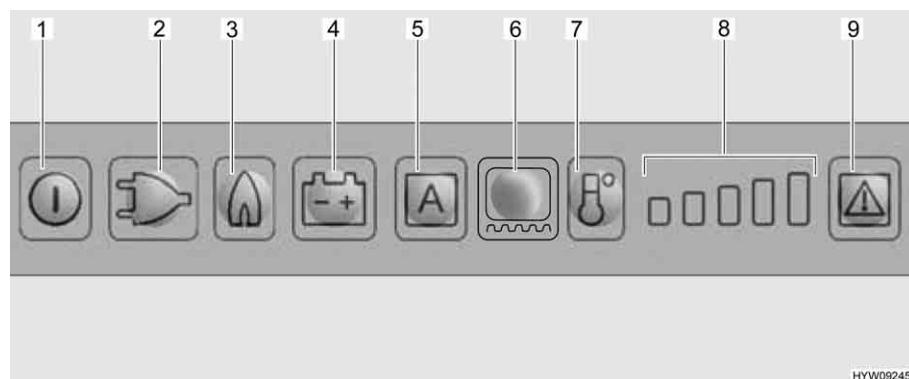

Fig. 170 Quadro comandi LED (frigorifero Dometic)
Contemporaneamente si inserisce l'accenditore elettronico. Se la fiamma del gas si spegne, p. es. a causa di un colpo di vento, l'accenditore viene subito azionato riaccendendo il gas. In caso di guasto del funzionamento a gas, i tasti luminosi relativi a gas (Fig. 170,3) e guasto (Fig. 170,9) lampeggiano e viene emesso un segnale acustico per 20 secondi.
Dopo l'accensione il frigorifero seleziona automaticamente la regolazione intermedia del termostato. Questa regolazione può essere modificata manualmente tramite il tasto di selezione del livello di temperatura (Fig. 170,7). Le spie di controllo (Fig. 170,8) indicano la temperatura selezionata sul termostato. Il tasto di selezione del livello di temperatura permette di regolare la temperatura di refrigerazione per tutti e tre i tipi di energia. Ci vogliono alcune ore prima che il frigorifero raggiunga la temperatura normale di esercizio. Cambiando la modalità di funzionamento la regolazione del termostato non viene modificata. La temperatura di refrigerazione è indipendente dal tipo di energia utilizzata.
- Accendere il riscaldamento del telaio per 2 ore: Premere una volta il tasto luminoso per il riscaldamento del telaio (Fig. 170,6). Sull'indicazione dei gradi di temperatura (Fig. 170,8) si accende una barra.
- Accendere il riscaldamento del telaio per 5 ore: Premere due volte il tasto luminoso per il riscaldamento del telaio (Fig. 170,6). Sull'indicazione dei gradi di temperatura (Fig. 170,8) si accendono due barre.
- Regolazione del riscaldamento del telaio ad esercizio continuo: Premere tre volte il tasto luminoso per il riscaldamento del telaio (Fig. 170,6). Sull'indicazione dei gradi di temperatura (Fig. 170,8) si accendono tre barre.
L'indicazione dei gradi di temperatura (Fig. 170,8) indica per alcuni secondi la durata di esercizio del riscaldamento del telaio.
Nel caso di temperature esterne ed umidità dell'aria elevate è possibile che si formino gocce d'acqua sul telaio in metallo del vano congelatore. Per questo motivo il frigorifero è dotato di un riscaldamento del telaio per il vano congelatore. Nel caso di temperature e umidità dell'aria elevate, accendere il riscaldamento del telaio con il tasto luminoso per il riscaldamento del telaio (Fig. 170,6). È possibile così evitare fenomeni di corrosione. Quando il riscaldamento del telaio è acceso, si accende il tasto luminoso (Fig. 170,6).
- Premere il tasto On/Off (Fig. 170,1) per circa 2 secondi. Il frigorifero si accende e viene visualizzato l'ultimo tipo di energia impostato, oppure "AES".
- Impostare la temperatura di refrigerazione con il tasto di selezione del livello di temperatura (Fig. 170,7). Le spie di controllo (Fig. 170,8) indicano la temperatura selezionata sul termostato.
- Premere il tasto On/Off (Fig. 170,1) per circa 2 secondi. Il frigorifero si spegne e le indicazioni smettono di lampeggiare.